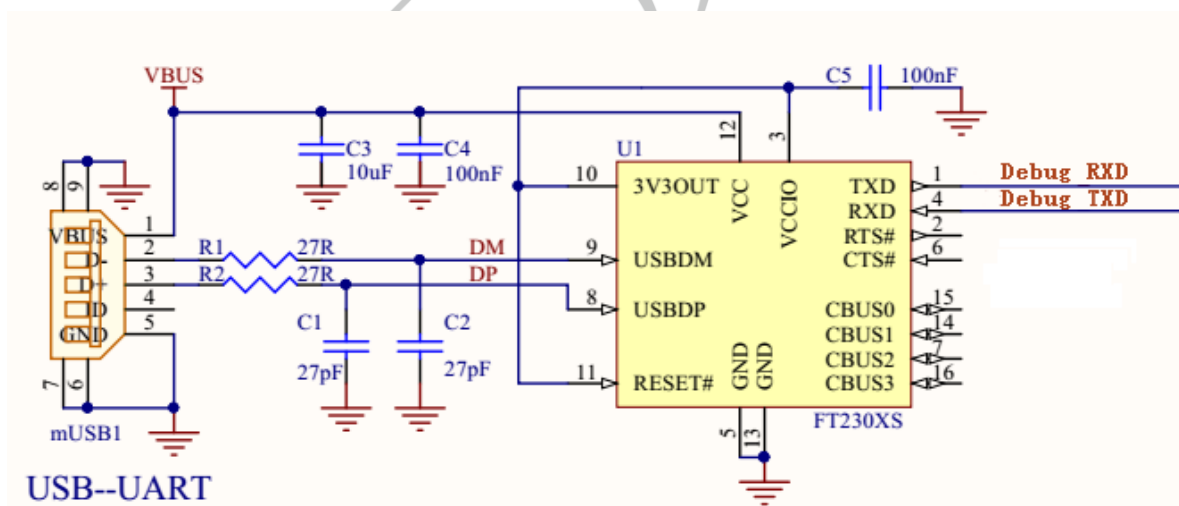

图 9. USB 转串口参考电路
- (1) 柜式烘烤箱
(2) 防静电、耐高温托盘
(3) 防静电耐高温手套
- 庆科出厂的模块存储条件如下（存储环境如 6.4 节图 9 所示）：